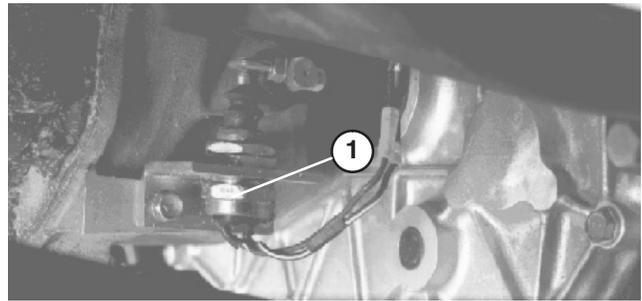

Bild 61
7. Prüfen Sie die Einstellung des Kupplungssicherheits-schalters erneut (Bild 61). Der Motor darf erst anspringen, wenn das Kupplungspedal $3,2 \text{ cm} \pm 3 \text{ mm}$ vom Boden entfernt ist. Lösen Sie ggf. die Klemmmuttern und verstellen Sie den Abstand nach oben oder unten.